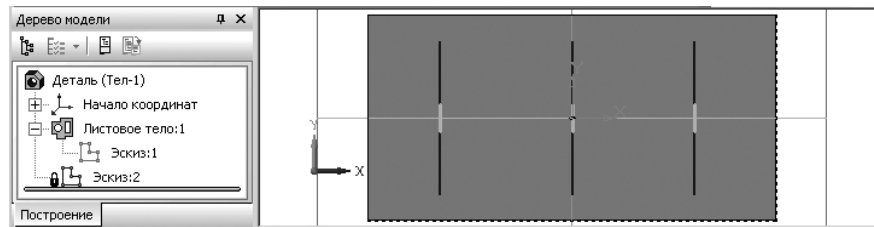

Рис. 7.83. Возможное положение эскизов для построения жалюзи на базовой грани листового тела
- щелкните в окне эскиза для снятия выделения с первого эскиза. Возможное положение эскизов жалюзи показано на рис. 7.83.